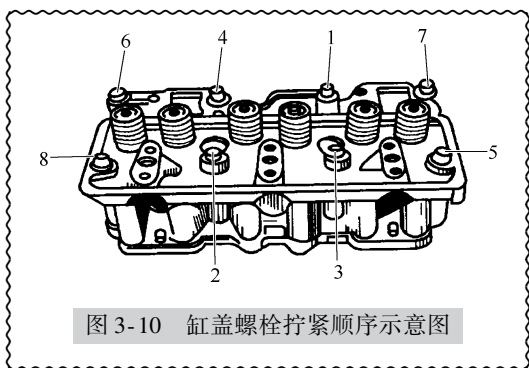

图 3-10 缸盖螺栓拧紧顺序示意图
1) 拧紧缸盖螺母要用读数准确的扭力扳手。一般螺栓的拧紧次序是由中间向两端，对称、交叉、均匀地分2~3次拧紧，以达到使气缸盖受力均匀，不发生翘曲，防止气缸漏水、漏气。如图3-10所示。